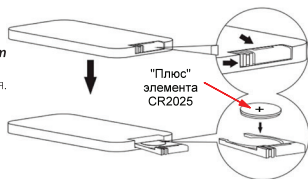

Рис.2. Установка элемента питания.
- 3.6. Удалите изоляционную прокладку из отсека элемента питания. Если элемент питания не установлен, установите его (Рис.2.)